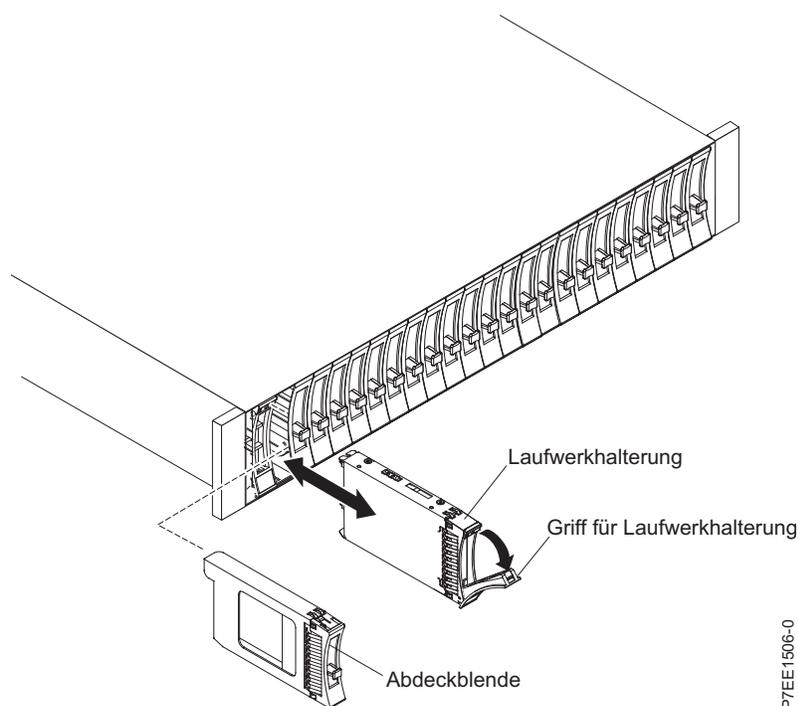

Abbildung 36. Laufwerk im 5887 Plattenlaufwerkgehäuse ausbauen
5. Ziehen Sie das Laufwerk an der Vorderseite aus dem Steckplatz und stützen Sie es dabei unten mit der Hand ab. Siehe Abb. 36.